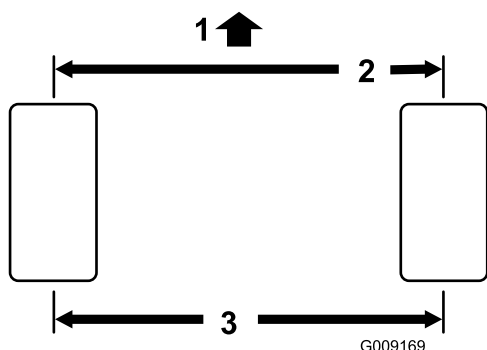

Figure 49
2. Mesurez l'entraxe (à hauteur d'essieu) à l'avant et à l'arrière des roues directrices (Figure 49).